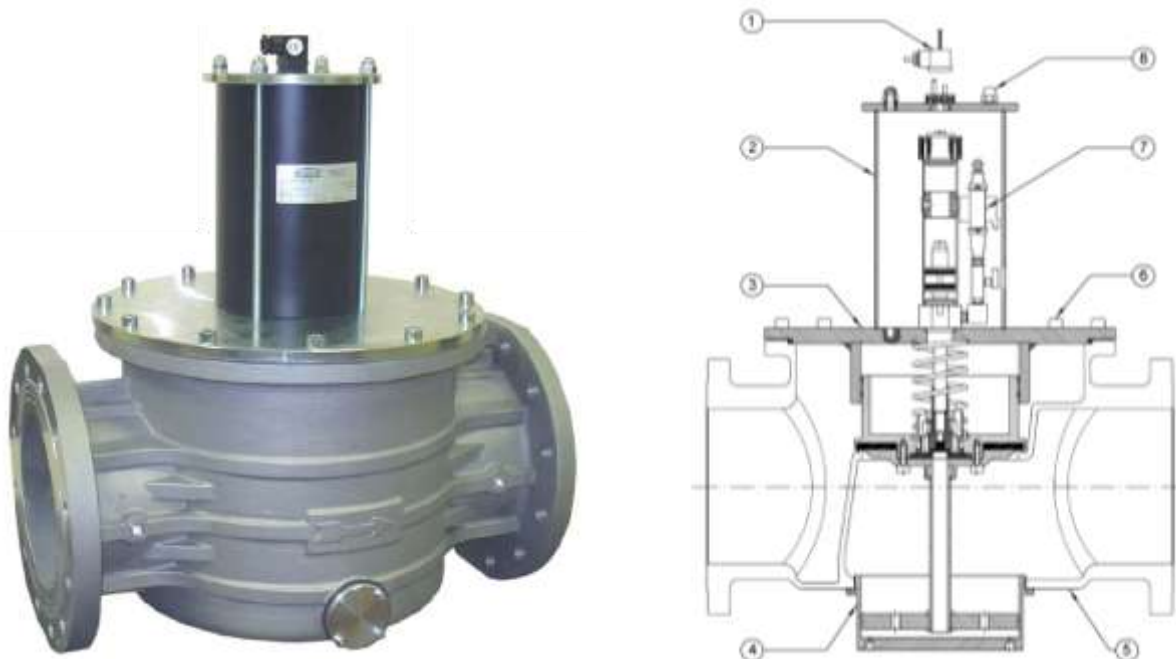

Рис. 5
Клапан рис. 5 состоит из: корпус (4); нижняя панель (7); винты крепления (8); электромагнитная катушка (12); штифт индикатора положения (16); кольцо крепления индикатора положения (17); индикатор положения (18); соединительный кабель (19); винты крепления (20).